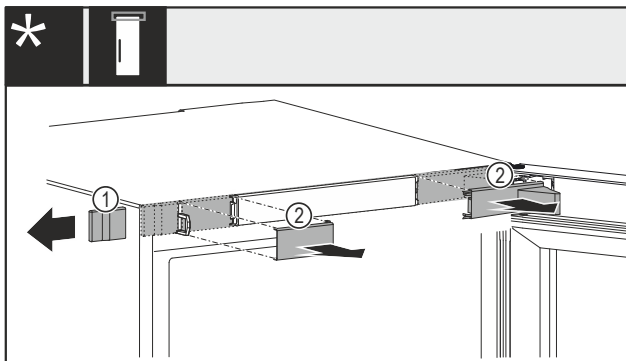

Fig. 13 Me bravë mekanike ose elektrike*
- Hiqni me kujdes kapakun mbulues Fig. 13 (1) anash.*
- Hiqni me kujdes kapakët mbulues Fig. 13 (2) nga përpara.*